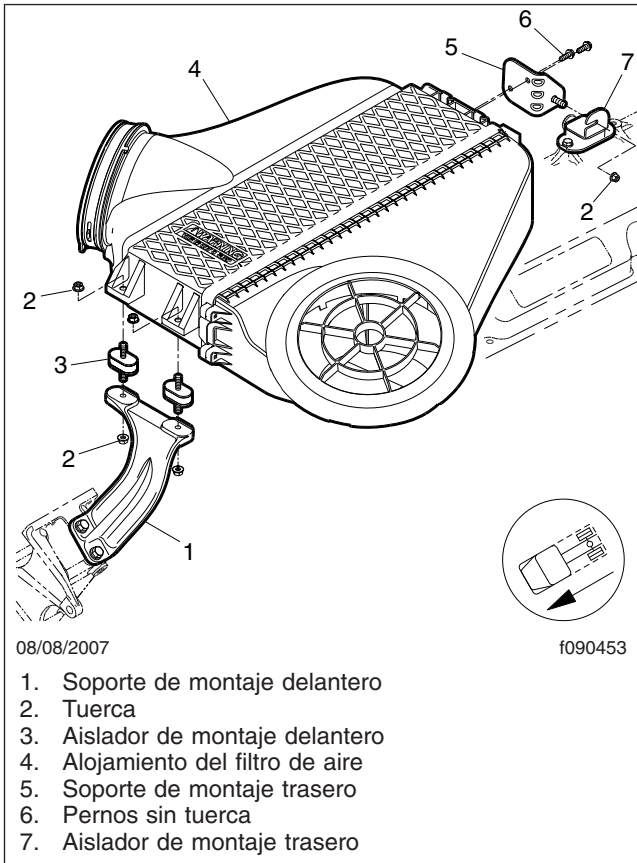
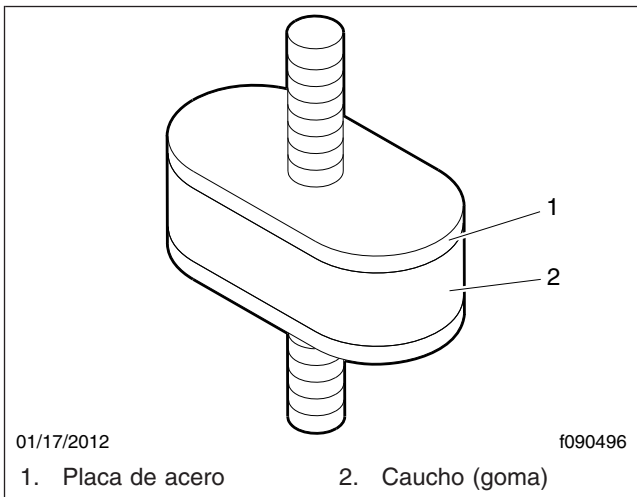

Figura 3, Ensamble del filtro de aire
Figura 4, Aislador de montaje
4. Inspeccione los aisladores de montaje delanteros y traseros para ver si están dañados. Vea la **Figura 3**. Asegúrese de que las uniones entre el caucho y las placas de acero estén intactas. Vea la **Figura 4**.